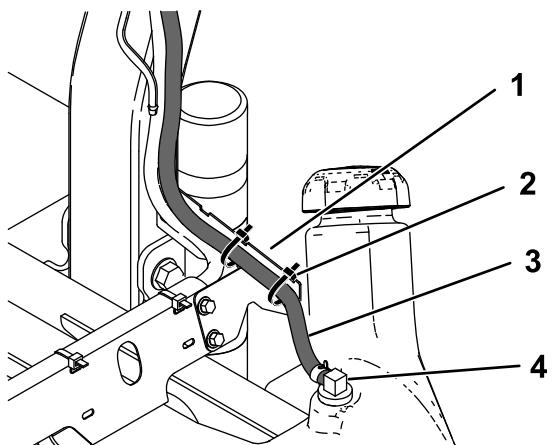
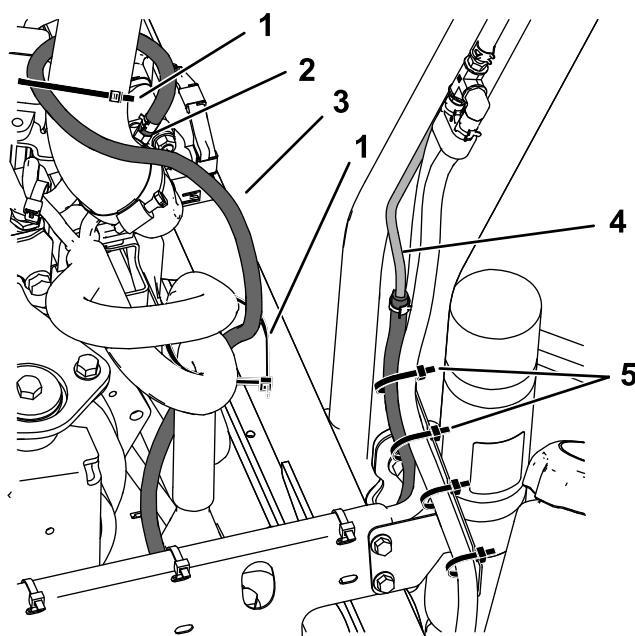

Figura 11
Figura 12
9. Conecte la manguera izquierda ($\frac{1}{4}$ " x 19") al acoplamiento situado cerca del cuello de llenado usando una abrazadera ($\frac{1}{2}$ "), como se muestra en la Figura 11.
12. Sujete la manguera al soporte pequeño usando 2 bridas (Figura 11).
13. Conecte la manguera trasera (3/16" x 53") al tubo de ventilación de combustible con una abrazadera ($\frac{1}{2}$ "), como se muestra en la Figura 12.
14. Enrute la manguera hacia abajo por la barra antivuelco, luego hasta el orificio del colector del motor. Conéctelo al orificio con una abrazadera (13/16"), como se muestra en la Figura 12.
15. Sujete la manguera a las mangueras del motor con 2 bridas (Figura 12).
16. Sujete las 3 mangueras al soporte pequeño con 2 bridas (Figura 12).
3. Coloque el asiento en el depósito de combustible con los soportes del asiento entre los soportes del kit y el depósito de combustible (Figura 11 y Figura 12). Conecte el arnés de cables al asiento.